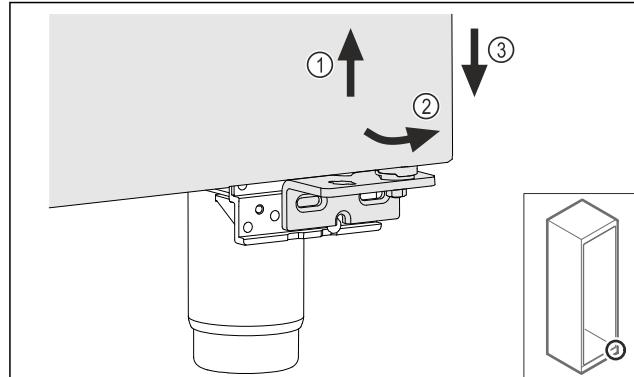

Fig. 23
- Nadvihnite zľahka dvere Fig. 23 (1), dole ich preklopte dopredu Fig. 23 (2) a spusťte dolu Fig. 23 (3).